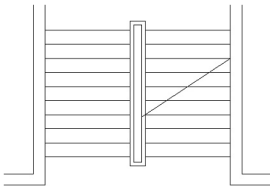

图 2.120 延伸斜线下端至扶手外侧
(2) 执行菜单栏中的【修改】|【延伸】命令，将斜线下端延伸至扶手的外侧，结果如图 2.120 所示。
(3) 单击【修改】工具栏上的【打断】图标或在命令行输入“BR”并按 Enter 键，启动【打断】命令。
① 在 **break 选择对象**：提示下，用拾取的方法选择斜线作为打断的对象。
② 在 **指定第二个打断点或 [第一点 (F)]**：提示下，输入“F”后按 Enter 键，表示要重新选择第一打断点。